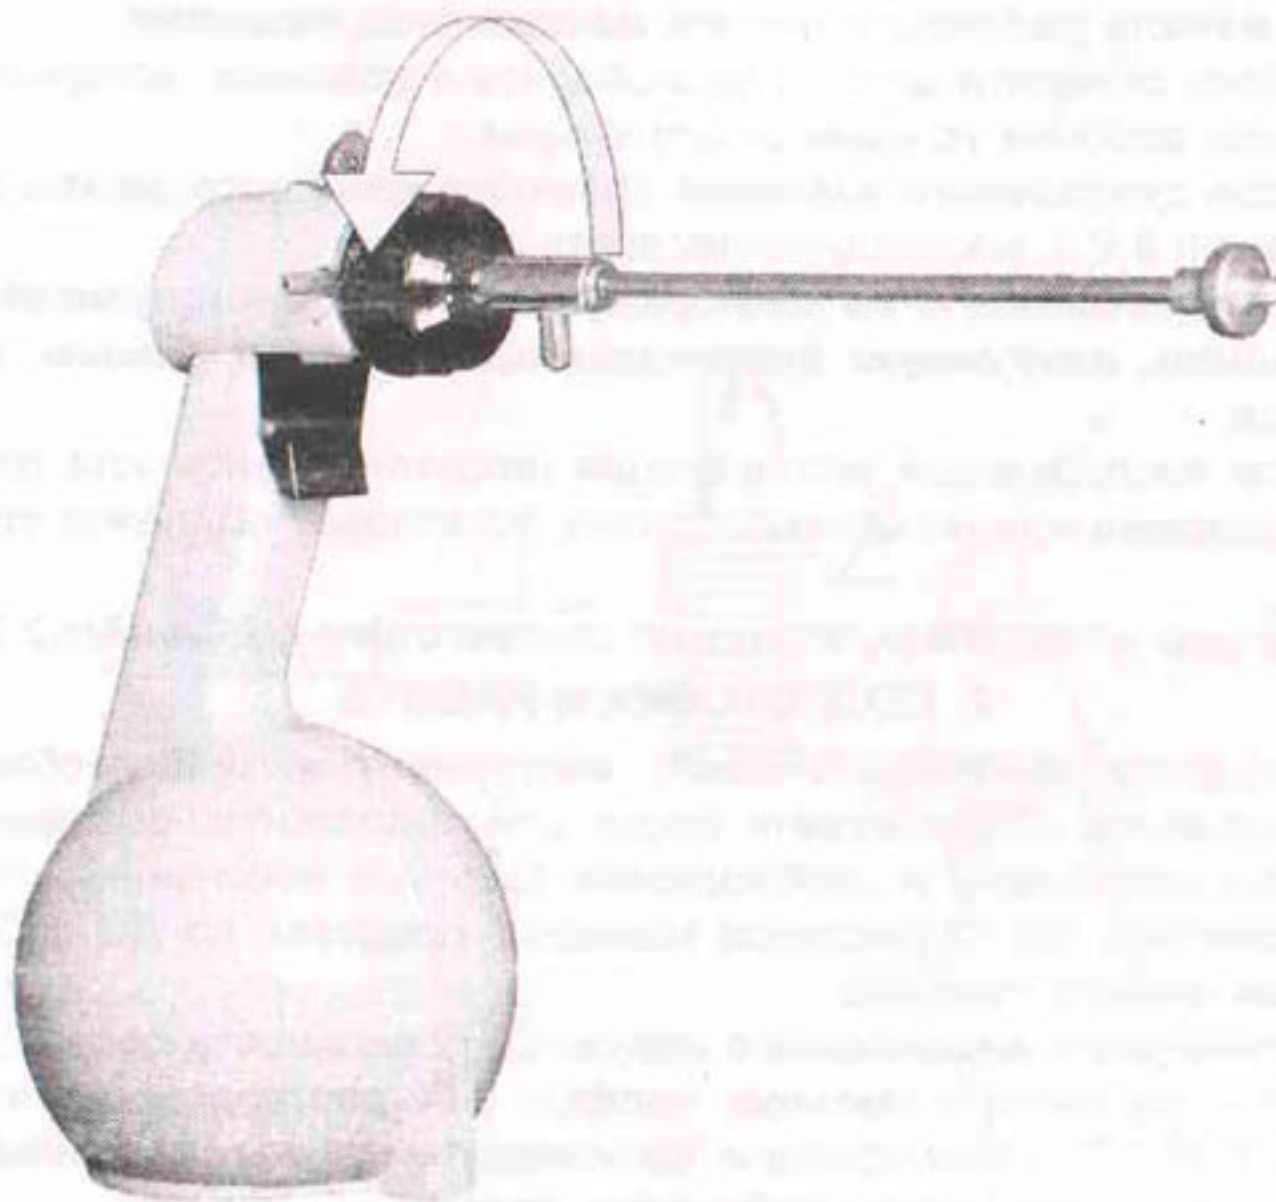

Рисунок 4 Фиксация сменного криоинструмента.
7.6 Вставьте стыковочный конус криоинструмента в конусное гнездо сосуда для криоагента и зафиксируйте это соединение накидной гайкой 3 в положении, удобном для проведения операции (в случае работы с изогнутым криоинструментом), как показано на рис. 4.